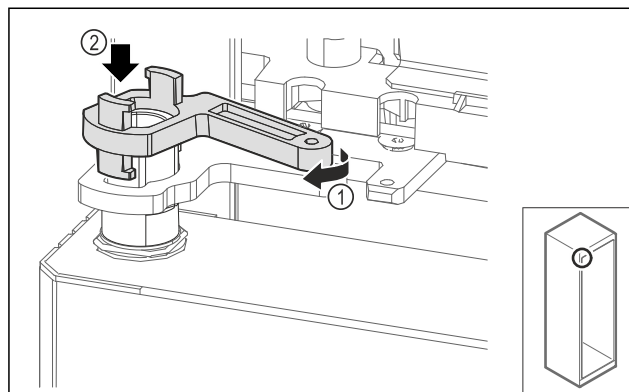

Fig. 66
- ▶ Vrid lagerbockens låsning något Fig. 66 (1) och sätt på den på hylsan Fig. 66 (2).